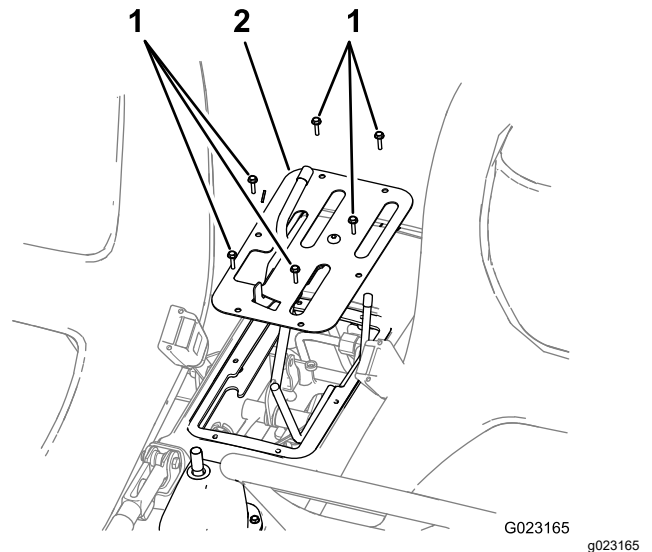

Figure 3
3. Retirez les 6 vis qui fixent le bord extérieur de la plaque de protection de la console centrale au cadre et déposez la plaque de protection (Figure 3).